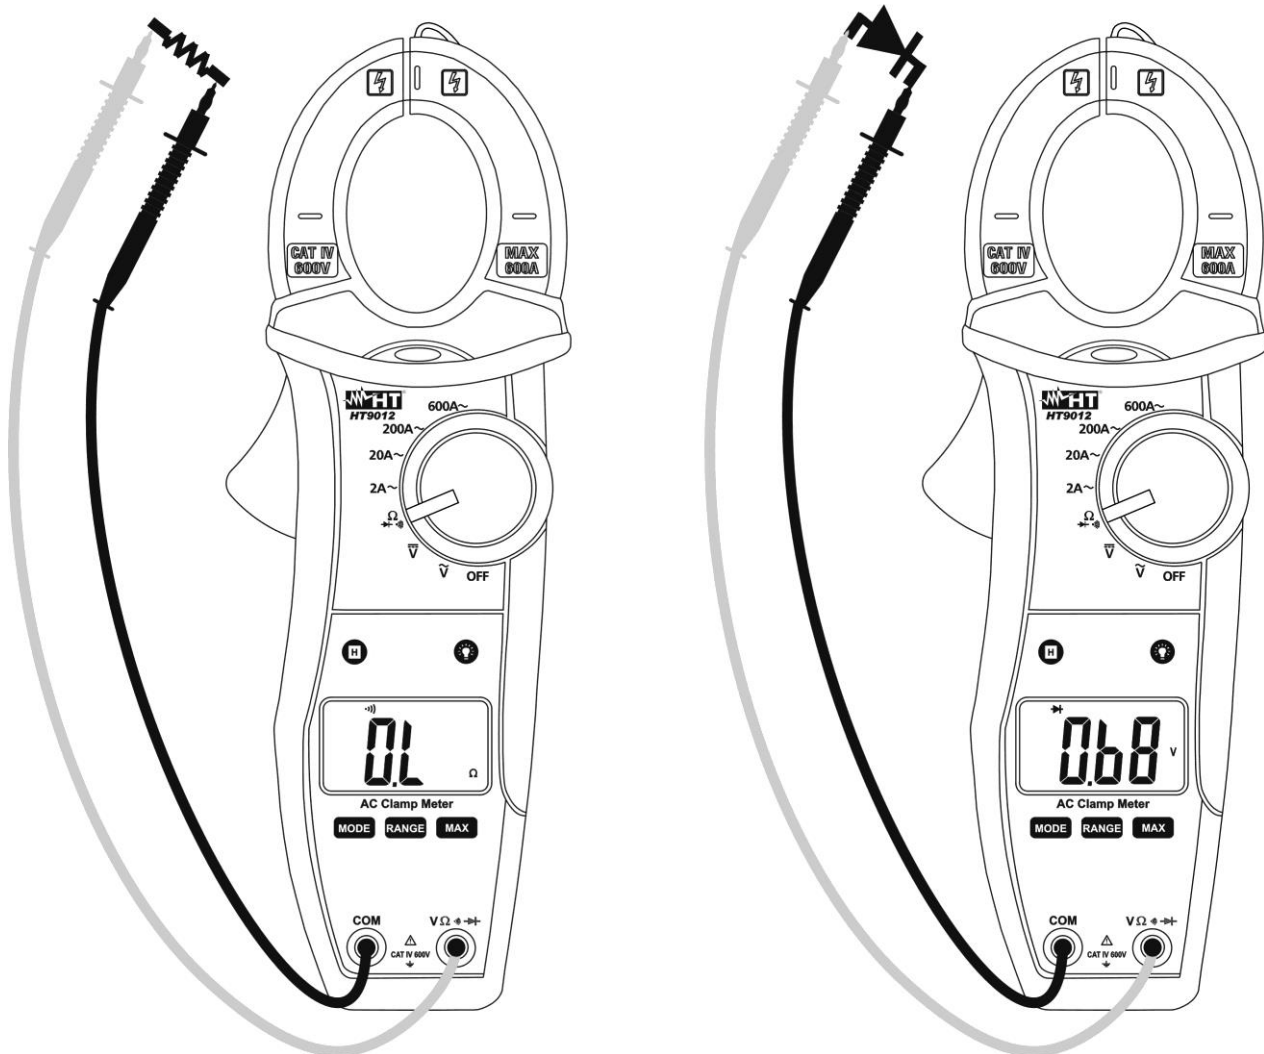

Fig. 7: Uso da pinça para Testes de Continuidade e Teste de Díodos
3. Inserir o cabo vermelho no terminal de entrada  $V\Omega \rightarrow \text{diode symbol}$  e o cabo preto no terminal de entrada **COM** e executar o teste de continuidade no objeto em exame (ver Fig. 7 – parte esquerda). O indicador sonoro emite um sinal acústico quando o valor da resistência medida é inferior a cerca de  $100\Omega$
5. Ligar a ponteira vermelha ao ânodo do diodo e a ponteira preta ao cátodo no caso de medição da polarização direta (ver Fig. 7 – parte direita)